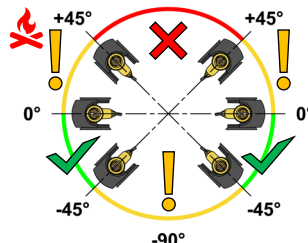

Fig.7
- **Modelos con caudal nominal a partir de 3,5 a 10 m³/h:** el caudalímetro se puede orientar con inclinaciones entre 45° y -90°. En particular, se permite la orientación con un ángulo comprendido entre -45° y -90° si se ha verificado la ausencia de impurezas y suciedad en el interior del fluido caloportador. Se permite la orientación con un ángulo entre 45° y 0° si hay ausencia de aire en el interior del fluido caloportador (**Fig.7**).